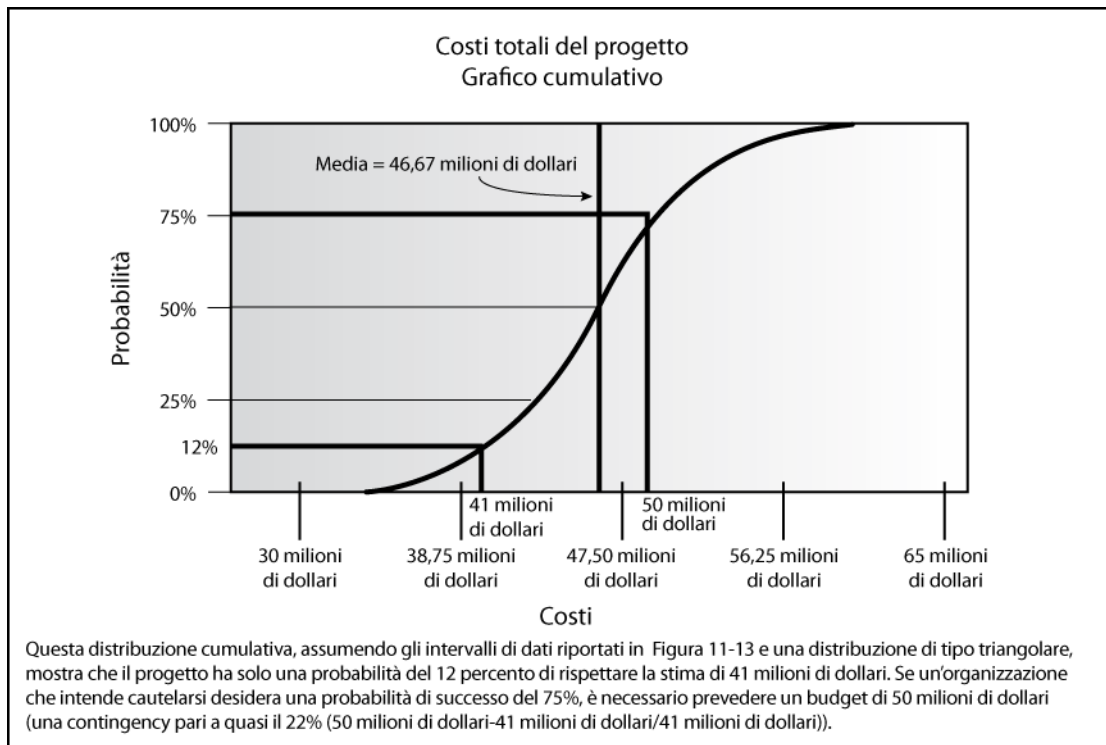

Figura 11-16. Risultati della simulazione del rischio dei costi
Intervistare gli stakeholder significativi aiuta a determinare le stime a tre valori per ciascun elemento della WBS per distribuzioni triangolari, beta o di altro tipo. In questo esempio, la probabilità di completare il progetto secondo la stima più probabile di 41 milioni di dollari o meno è relativamente ridotta come mostrano i risultati della simulazione nella Figura 11-16 (risultati della simulazione dei rischi legati ai costi).
- Modellazione e simulazione.** La simulazione di un progetto utilizza un modello che traduce specifiche incertezze dettagliate del progetto nel relativo impatto potenziale sugli obiettivi di progetto. Le simulazioni iterative sono solitamente eseguite utilizzando la tecnica Monte Carlo. In una simulazione, il modello di progetto è calcolato molte volte (iterato), con i valori di input (ad es. stime dei costi o durata delle attività) scelti a caso per ciascuna iterazione dalle distribuzioni di probabilità di tali variabili. Una distribuzione di probabilità (ad es. costo totale o data di completamento) viene ricavata come calcolo derivato da queste iterazioni. Per un'analisi di rischio relativa ai costi, la simulazione utilizza le stime dei costi. Per un'analisi del rischio relativa alla schedulazione, si utilizzano il reticolo della schedulazione e le stime di durata. L'output di una simulazione del rischio dei costi è mostrato in Figura 11-16. La curva mostra le corrispondenti probabilità di rispettare specifici obiettivi di costo. Curve simili possono essere sviluppate per i risultati della schedulazione.
- Analisi probabilistica del progetto.** Le stime si basano sui potenziali risultati di schedulazione e di costi del progetto che elencano le possibili date di completamento e i costi con i livelli di fiducia associati. Tale output, spesso espresso come distribuzione cumulativa, può essere utilizzato con le tolleranze al rischio degli stakeholder per consentire la quantificazione delle riserve per contingency di tempi e costi. Tali riserve per contingency sono necessarie per portare il rischio di sfioramento degli obiettivi definiti per il progetto a un livello accettabile per l'organizzazione. Ad esempio, nella Figura 11-16, la contingency di costi al 75° percentile è 9 milioni di dollari, o circa il 22% se confrontato ai 41 milioni di dollari delle stime più probabili mostrate in Figura 11-13.